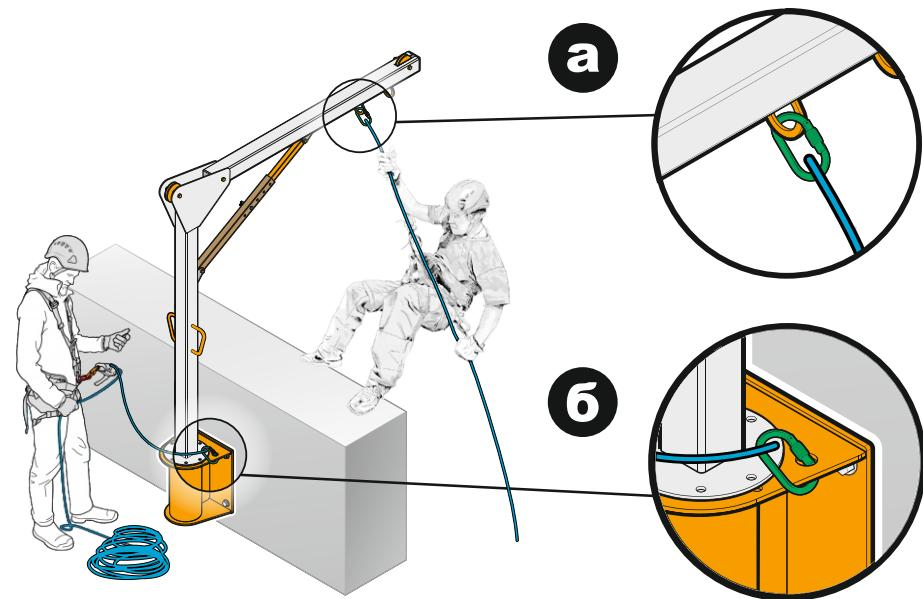

Рис. 12 Подключение соединительной подсистемы к анкерным точкам на устройстве IVA.
5. Соединить при помощи карабина страховочную подсистему с точкой крепления на привязи, а затем с анкерной точкой на базе устройства IVA (рис. 12а). При необходимости перестегнуть страховочную подсистему к анкерной точке AP04 на консоли устройства IVA.
6. Соединить при помощи карабина соединительную подсистему (строп с регулятором длины, канат со спусковым устройством и т.д.) с D-образным кольцом на поясном ремне, а затем с анкерной точкой AP04 на консоли устройства IVA (рис. 12б).